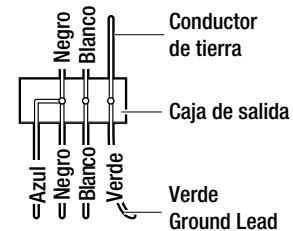

Figura 6
- Conecte el cable de alimentación del ventilador (negro) y el cable de alimentación de la lámpara (azul) al cable negro de la vivienda como se muestra en la Figura 6. No conecte el cable azul si el juego de la lámpara no es usado.
- Después de conectar los cables, asegure los conectores de cable (BB) con cinta aislante negra y sepárelos de modo que los cables verde y blanco estén en un lado de la caja de salida y los cables negro y azul en el otro lado. (o sea, el conector con conexión a tierra en un lado y los cables vivos en el otro lado).
- Gire los conectores de cable (BB) hacia arriba y empuje el cableado dentro de la caja de salida.